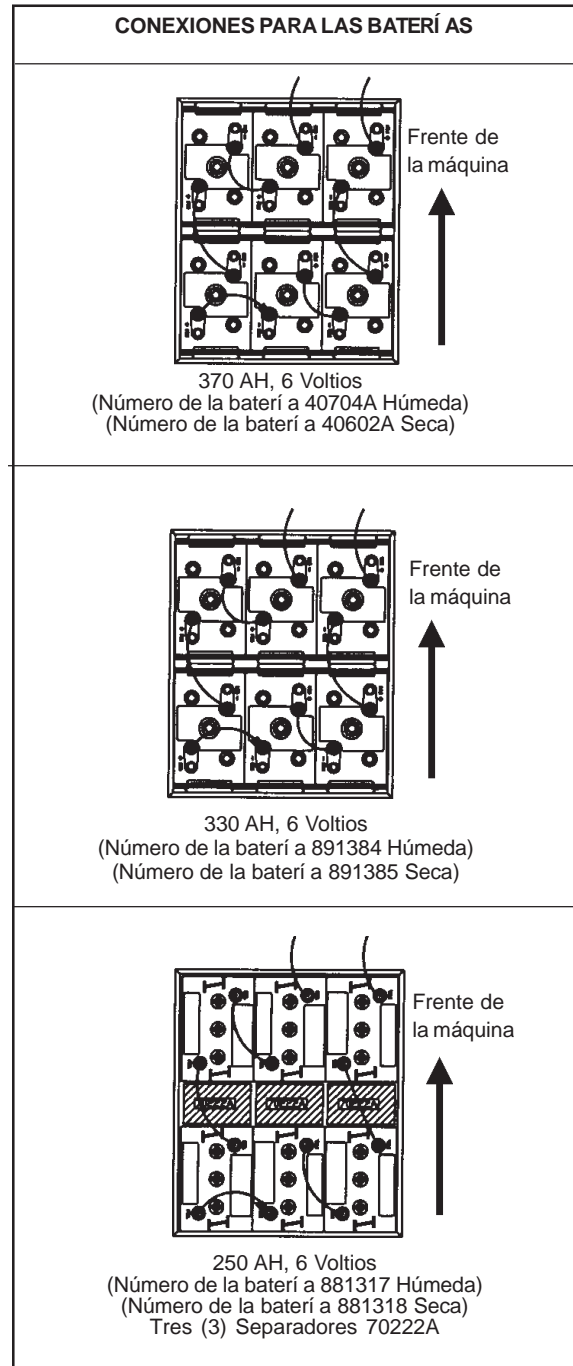

Figura 4
Las baterías se colocan en el compartimiento para las mismas que está ubicado debajo del asiento y del depósito de recuperación (figura 4). La máquina utiliza seis baterías de 6 voltios. Se deben manipular utilizando el equipo adecuado para levantarlas según el peso y el sistema de acoplamiento. Para el mantenimiento y la recarga diaria de las baterías es necesario seguir todas las instrucciones provistas por el fabricante.
Para la instalación de las baterías siga estos pasos (Consulte la figura 4):
5. Coloque las baterías en su lugar y conecte sus cables como se indica en la figura 4.